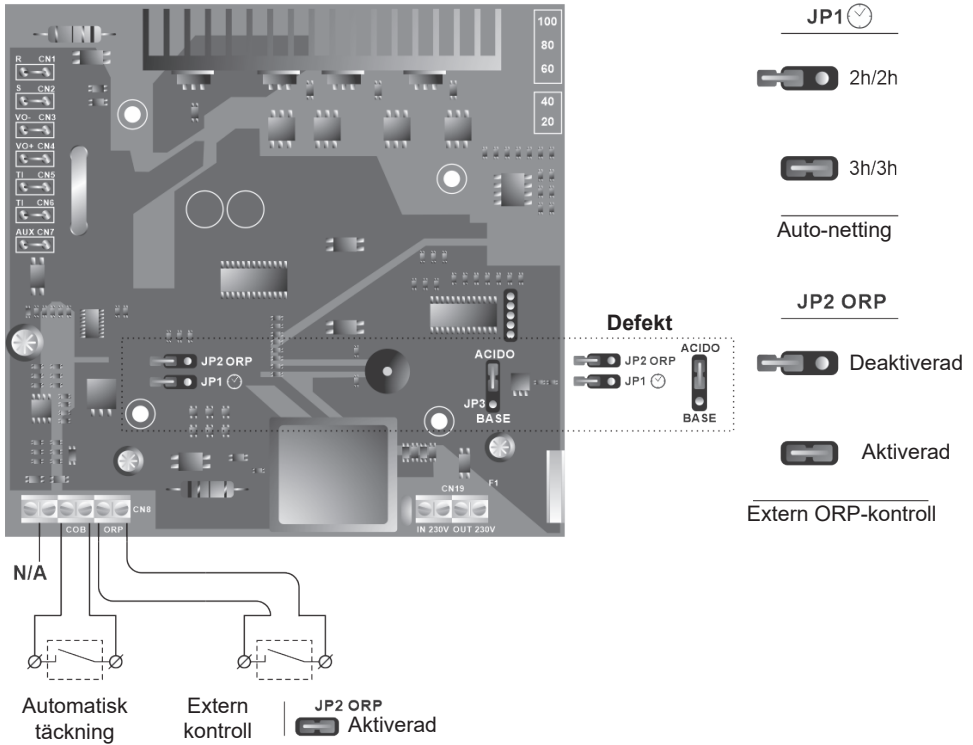

Fig. 11
- **SJÄLVRENGÖRINGSSYSTEM FÖR ELEKTRODER:** Omkastningsfrekvensen kan väljas med hjälp av bygeln "JP1" som sitter på systemets styrkort (fig. 11). Denna konfiguration är effektiv när nätaggregatet kopplas bort och kopplas in igen.